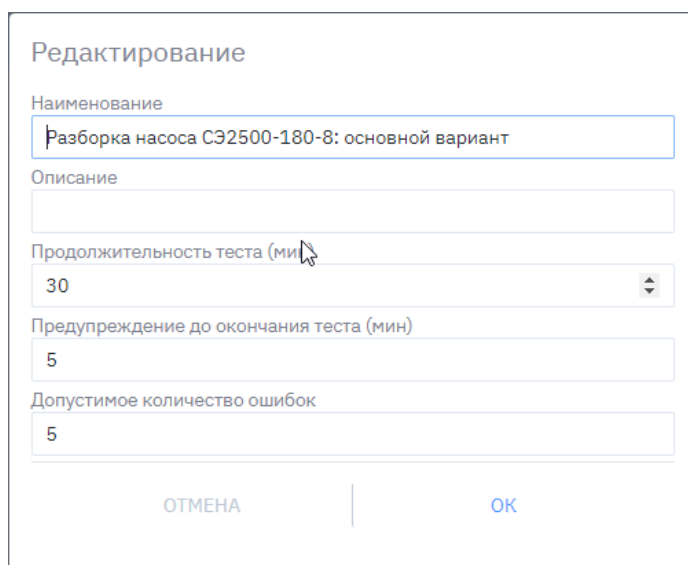

Рисунок 37. Общие настройки графического теста
- изменить общие настройки теста (⚙️), см. рис. 37;
- редактировать общие настройки теста (см. рис. 37);